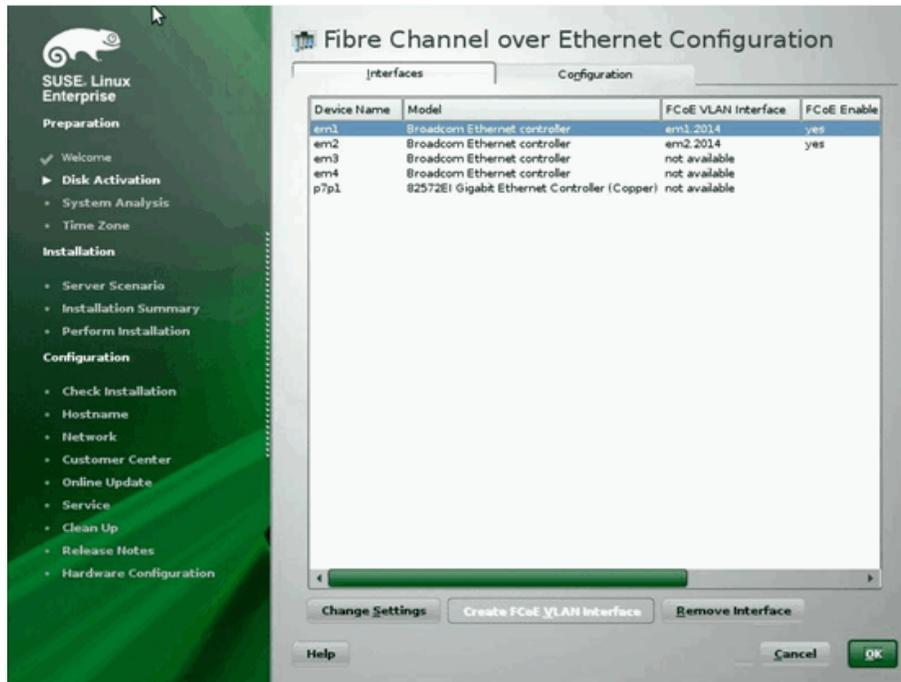

Ilustración 14-20. Configuración de la interfaz FCoE
- Después de completar la configuración de todas las interfaces, haga clic en **OK** (Aceptar) para continuar (Ilustración 14-20).